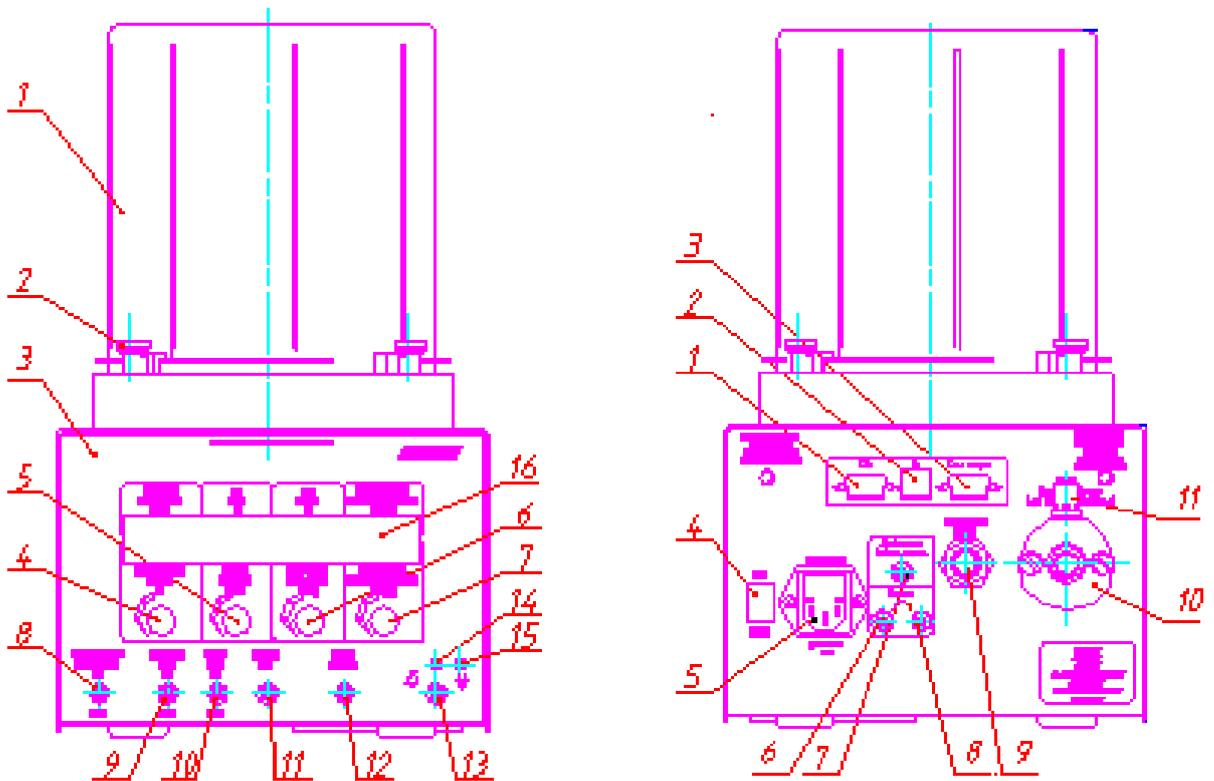

Рис. 1. Аппарат-приставка VenA-100. Вид спереди (слева), вид сзади (справа).
1.1.3 Внешний вид аппарата с блоком взрослого меха приведён на рис. 1.
Вид спереди и сзади аппарата с органами управления, индикации и элементами соединений представлены на рис. 1.
Мех устанавливается на основание и защищен прозрачным пластиковым колпаком. На защитном колпаке имеется шкала с приблизительным указанием дыхательного объема. Основание имеет три соединительных порта(см.Рис.1).
На передней панели блока управления расположены: десять управляющих элементов; три элемента индикации (дисплей и два светодиодных индикатора). На задней панели расположены: один управляющий элемент; разъем для подключения кабеля сетевого питания; три разъема и три штуцера для подключения датчиков системы мониторинга; штуцер для подключения шланга высокого давления управляющего газа(кислорода или воздуха); штуцер для подключения шланга управления мехом(см.Рис.1).